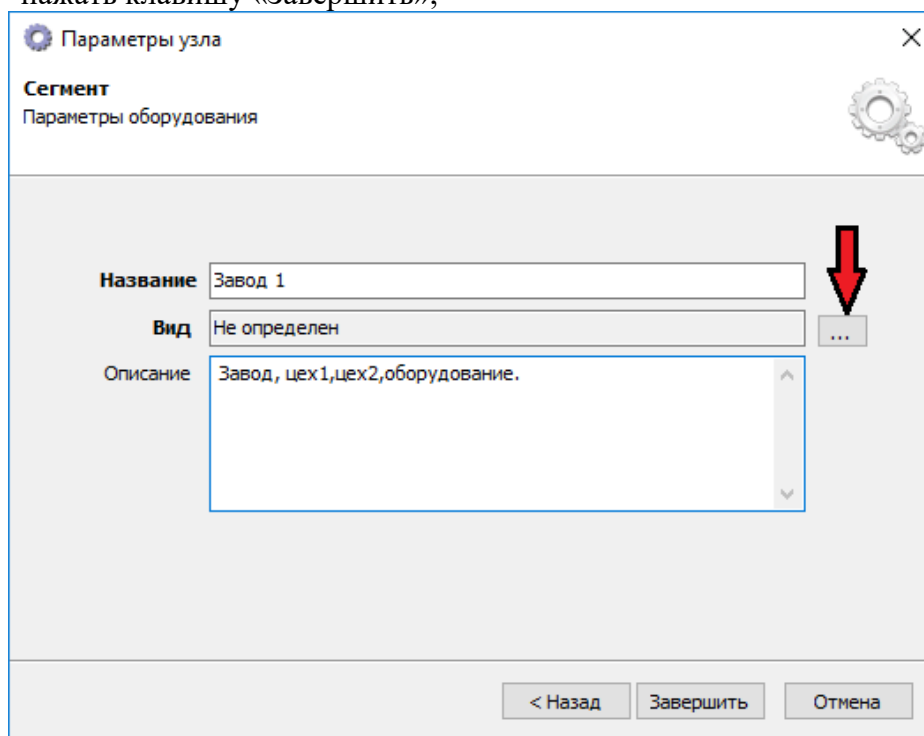

Рисунок 3.5.3
- в окне «Параметры узла» (см. Рисунок 3.5.3) необходимо задать название и вид сегмента. Для этого необходимо нажать на кнопку [...] справа от поля «Вид». Также, в данном окне реализована функция «Описание», в поле которой можно добавить комментарии к данному узлу, (данный параметр не является обязательным). После завершения конфигурации «Сегмента» нажать клавишу «Завершить»;